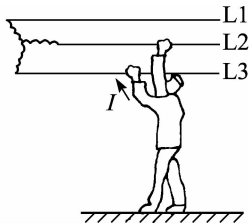

图 1-11 两相触电示意图
(2)两相触电。两相触电如图 1-11 所示,是指人体两处同时触及两带电体的触电事故,这种触电方式人体承受的电压更高,是最危险的触电。